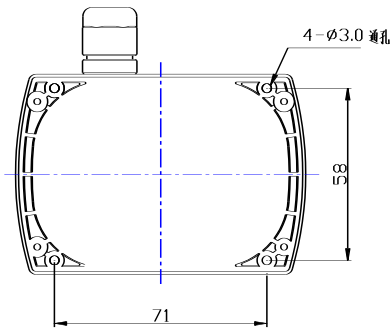

图 5
- 安装位置应远离影响测量的因素，如通风口、冷、热源等。图 5 为产品底面图，按图示尺寸在安装平面开孔，高度自地面向上约 1.2-1.8m 为适中。